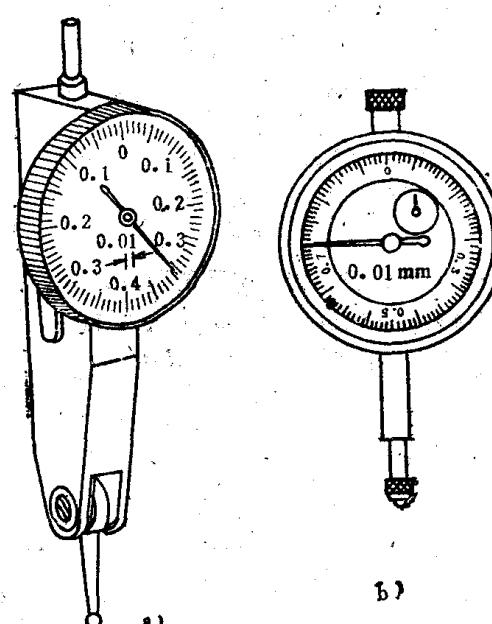

图1-16 百分表
5. 百分表的用途 百分表主要用于检测工件的形状和位置公差。有钟表式和杠杆式两种，如图1-16所示。